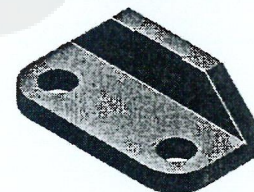
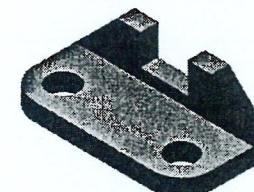

图10
图11
15. 对于图10中的矩形草图, 用拉伸命令中的“求并”、“求差”、“求交”三个选项中的哪一个选项, 可以创建出图11中的矩形缺口? 【      】